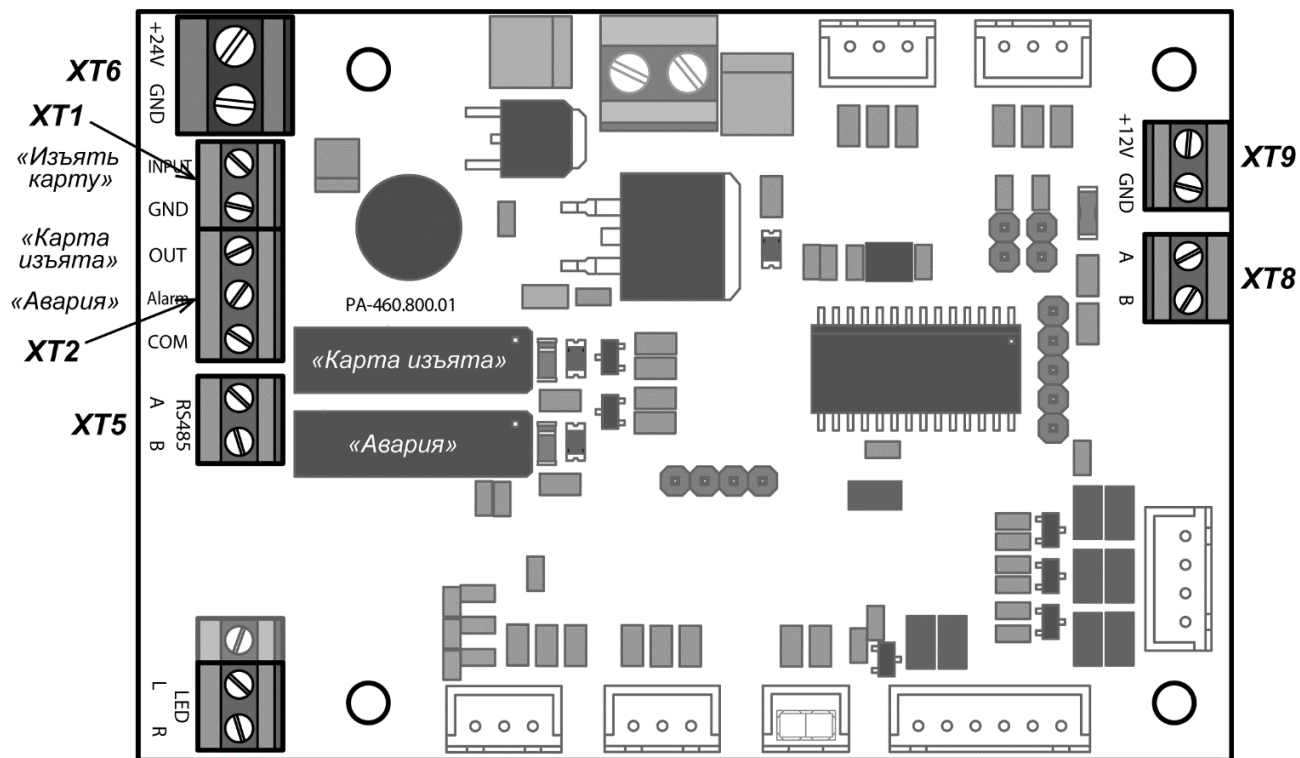

Рисунок 10. Внешний вид платы управления картоприемника
3. Если предъявленная карта является временной картой посетителя и требует изъятия, то контроллер СКУД подает управляющий сигнал на вход платы управления картоприемника «*Изъять карту*» (контакт *INPUT XT1*, см. рис. 10). Подсветка щели для приема карт перейдет в режим мигания с частотой 2 раза в секунду, указывая на то, что карта подлежит изъятию.
5. При падении карты в контейнер второй оптический датчик фиксирует факт изъятия карты. В этом случае картоприемник закрывает шторку, подсветка щели для приема карт вновь становится постоянной. Одновременно с выхода платы управления картоприемника «*Карта изъята*» (контакт *OUT XT2*, рис. 10) подается управляющий сигнал, являющийся для контроллера СКУД подтверждением разрешения прохода. По данному сигналу контроллер СКУД разрешает проход в данном направлении (подает соответствующий сигнал на механизм управления турникетом) и после прохода через турникет снимает сигнал «*Изъять карту*». По снятию сигнала «*Изъять карту*» картоприемник снимает сигнал «*Карта изъята*».
6. Третий оптический датчик картоприемника отслеживает факт заполнения контейнера картоприемника. При его заполнении картоприемник передает в контроллер СКУД сигнал «*Авария*» (контакт *Alarm XT2*, рис. 10), подсветка приемной щели картоприемника перейдет в режим мигания с частотой 1 раз в 2 секунды, тем самым предупреждая о необходимости освободить контейнер от изъятых карт. Если контейнер не освобождается, то после приема еще 9 карт работа картоприемника блокируется, подсветка приемной щели гаснет. Разблокировка картоприемника происходит автоматически после освобождения контейнера от карт (порядок выемки и установки контейнера приведен в п. 9.5). Также сигнал «*Авария*» подается в контроллер СКУД при возникновении неисправностей механизма картоприемника.
Внешний вид платы управления картоприемника показан на рис. 10. На плате расположены клеммные колодки: